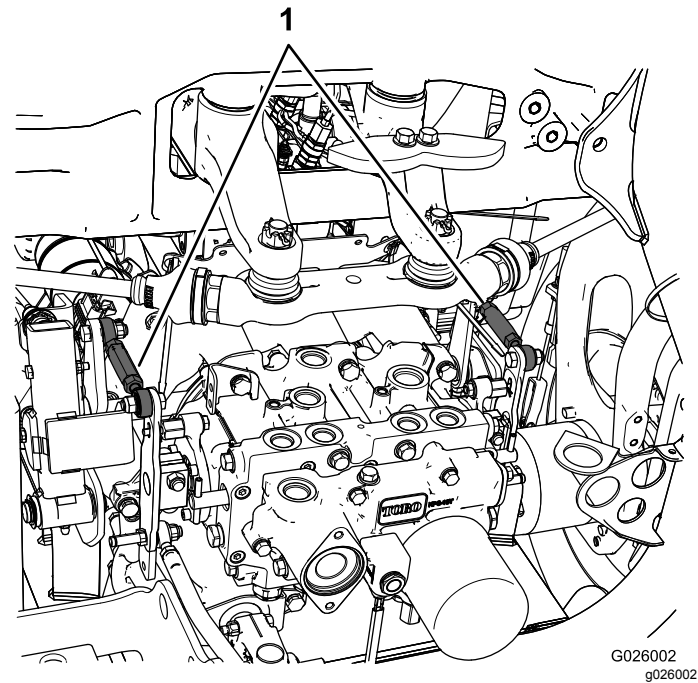

图46
- 如果左后轮胎正在旋转请松开左侧传动控制杆上的锁紧螺母图46。